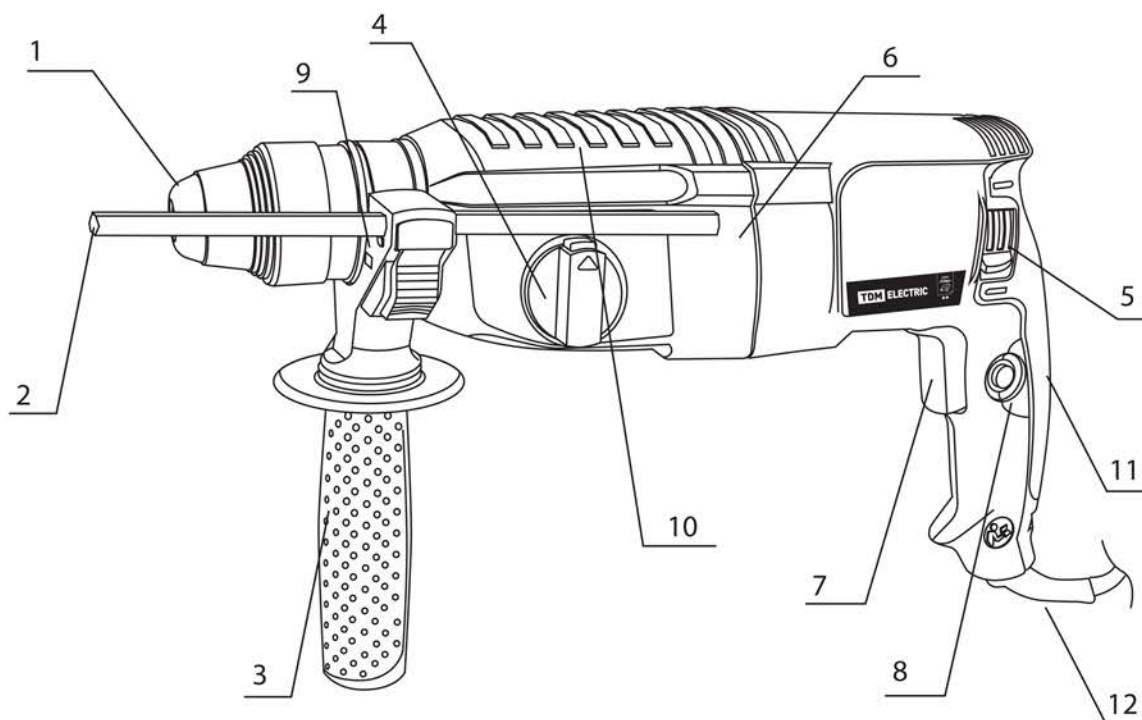

Рисунок 1. Органы управления и индикации
механизму посредством специального подшипника с качающейся наружной обоймой. Рабочий инструмент (бур, пика и др.) устанавливается и фиксируется в патроне SDS-Plus **1** (рисунок 1) с помощью хвостовика специальной формы типа SDS-Plus.
Включение перфоратора осуществляется нажатием на клавишу **7** (рисунок 1) выключателя. Кнопка **8** (рисунок 1) обеспечивает фиксацию выключателя в положении «Включено».
6.3.2. Переключение режимов работы осуществляется с помощью переключателя **4** (рисунок 1). Для выбора режима работы, необходимо нажать на кнопку с торца и повернуть переключатель **4** (рисунок 1).
нения усилия нажатия на клавишу **7** выключателя (рисунок 1). Изменять величину оборотов можно при работающем двигателе.
6.4.2. Перфоратор также имеет возможность изменения направления вращения инструмента на противоположное с помощью переключателя **5** (рисунок 1).
Бур с хвостовиком типа SDS-Plus вставить в отверстие патрона без усилия и слегка повернуть вокруг своей оси так, чтобы шлицы совпали с пазами хвостовика, (инструмент «западает» на 1...2 мм), затем вставить бур до упора. Специальный механизм предотвращает самопроизвольное выпадение бура из патрона. Для удаления бура наружный стакан патрона **1** (рисунок 1) отвести назад до упора, вынуть инструмент.
С помощью ограничителя глубины обработки **2** (рисунок 1) можно установить требуемую глубину сверления. Для этого ослабьте флажок фиксатора, нажав на кнопку **2** (рисунок 1), выставьте требуемый размер обработки (расстояние от вершины сверла/бура до конца ограничителя) и отпустите кнопку для фиксации глубиномера.
7.1.2. Установите, если необходимо, и надежно закрепите дополнительную рукоятку **3** (рисунок 1). Установите и надежно закрепите нужный сменный инструмент в патрон (см. подраздел 6.6. Установка сменного инструмента).
7.1.3. Убедитесь, что перфоратор выключен. Для этого нажмите до упора и отпустите клавишу выключателя **7** (рисунок 1).
7.2.1. Включение. Установите переключатель реверса **5** (рисунок 1) в нужное для конкретной работы положение, подключите вилку электрического кабеля к электрической сети, нажмите, плавно увеличивая усилие, на клавишу выключателя **7** (рисунок 1). Перфоратор включится, причем обороты двигателя будут расти по мере утапливания клавиши, режим работы с низкими оборотами и, следовательно, с пониженной мощностью двигателя, является кратковременным. Для продолжительной работы на максимальных оборотах можно зафиксировать включение, для чего необходимо после набора оборотов нажать и удерживать кнопку фиксатора **8** (рисунок 1), теперь клавишу выключателя, а затем и
7.2.2. Выключение. Просто отпустите клавишу выключателя **7** (рисунок 1) или нажмите и отпустите ее, если предварительно была нажата кнопка фиксатора **8** (рисунок 1).
8.1. Установите сменный инструмент. Проверьте правильность и надежность его закрепления. Очистите хвостовик бура и нанесите смазку для буров перед его установкой (примерно 0.5-1 г). Такая смазка хвостовика и патрона **1** (рисунок 1) обеспечивает равномерный износ и увеличивает срок службы инструмента и оснастки. Вставьте бур в патрон **1** (рисунок 1) инструмента. Поверните бур и протолкните его, пока он не зафиксируется. После установки всегда проверяйте надежность закрепления бура на месте, попытавшись вытащить его из патрона. Чтобы удалить бур из перфоратора, нажмите вниз на крышку патрона **1** (рисунок 1) и вытащите бур.
8.2. Установите дополнительную рукоятку **3** (рисунок 1). После этого затяните рукоятку путем поворота по часовой стрелке в желаемом положении. Возможна установка в любом положении при вращении на 360° вокруг корпуса инструмента. Для снятия боковой рукоятки **3** (рисунок 1) ослабьте крепление поворотом против часовой стрелки.
Глубиномер **2** (рисунок 1) удобен при сверлении/бурении отверстий одинаковой глубины. Нажмите на кнопку фиксации на рукоятке **9** (рисунок 1) и вставьте глубиномер **2** (рисунок 1) в отверстие рукоятки. Отрегулируйте глубиномер на желаемую глубину и отпустите кнопку блокировки.
Данный инструмент имеет реверсивный переключатель **5** (рисунок 1) направления вращения. Для изменения направления вращения переведите рычаг реверсивного переключателя **5** (рисунок 1) в нижнее положение для вращения по часовой стрелке или в верхнее положение для вращения против часовой стрелки.
**ВНИМАНИЕ!** Перед работой с перфоратором всегда проверяйте направление вращения. Пользуйтесь реверсивным переключателем **5** (рисунок 1) только после полной остановки инструмента. Изменение направления вращения до полной остановки инструмента может привести к его повреждению.